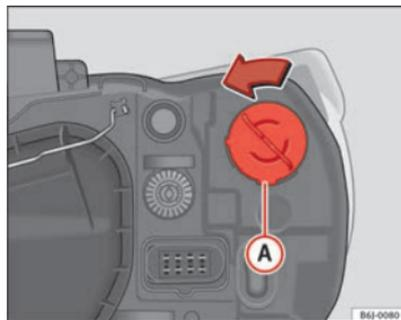

Fig. 156 Luz intermitente faro simple
- Gire el portalámparas ⇒ fig. 156 **A** a la izquierda y tirar.